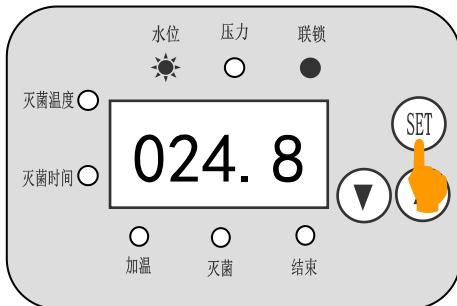
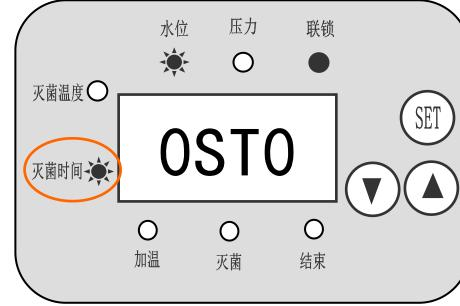
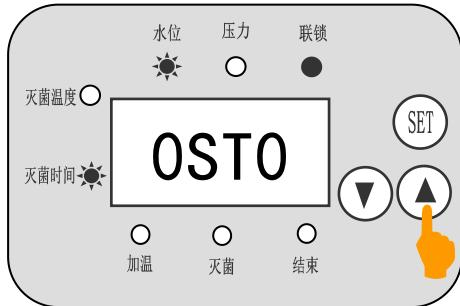
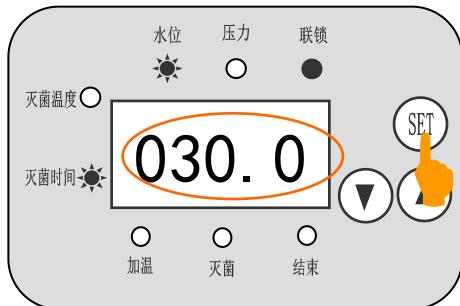

图 11
图 12
图 13
图 14
②设定灭菌时间：再按控制面板上的功能设定键 **SET**（图 11），面板上的灭菌时间指示灯亮，显示屏出现“ST”（图 12），按动上下移动键 **▼ ▲**（图 13），调整所需的温度值，设定完成后按功能设定键确认（图 14）。